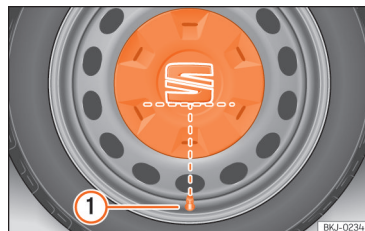

Fig. 184 Colocação correta do tampão central da roda para jantes de aço.
- Coloque o tampão central da roda sobre a jante. A parte inferior da sigla «S» do emblema da SEAT deve coincidir com a válvula de enchimento »» **Fig. 184 ①**.